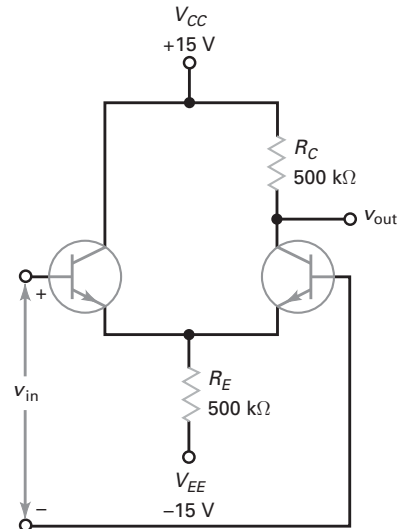

Figura 15-37
- 15-10** Qual o ganho de tensão em modo comum na Figura 15-37? Se uma tensão em modo comum de 20 μ V está presente nas duas bases, qual a tensão de saída em modo comum?
- 15-11** Na Figura 15-37, $v_{in} = 2$ mV e $v_{in(CM)} = 5$ mV. Qual a tensão de saída CA?
- 15-13** Se as tensões de alimentação forem reduzidas para +10 V e -10 V, qual a razão de rejeição em modo comum na Figura 15-37? Expresse a resposta em decibéis.